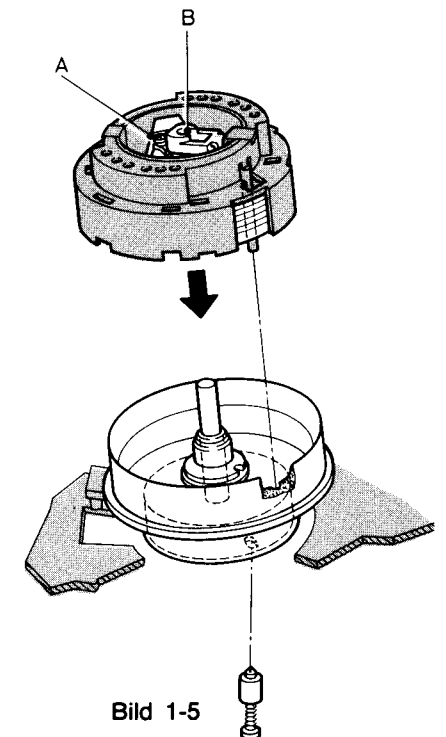

Bild 1-5
- Den Sperrstift (jeder Service-Kopfscheibe beige packt) durch das Loch in dem Kopfscheibenmotor hineindrücken, dabei die Kopfscheibe solange verdrehen, bis der Sperrstift im Loch des Rotors arretiert ist (Bild 1-5).
- Die Kopfscheibe in dem Zentrum mit einer Kraft von 1 N nieder drücken (Schutzkappenzentrum B Bild 1-5).